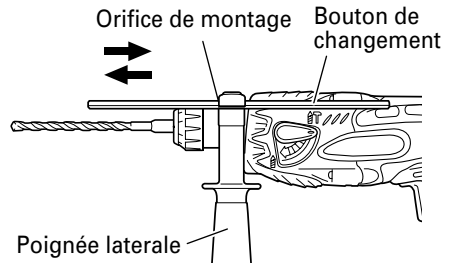

Fig. 22
6. Utilisation de la quenouille (Fig. 22)